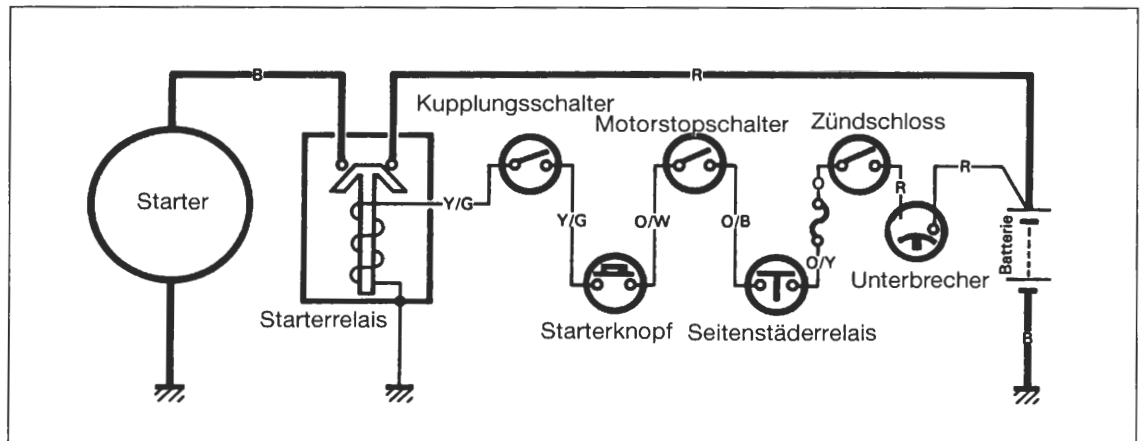

Bild 91
- Prinzipdarstellung des Startsystems Bild 91.